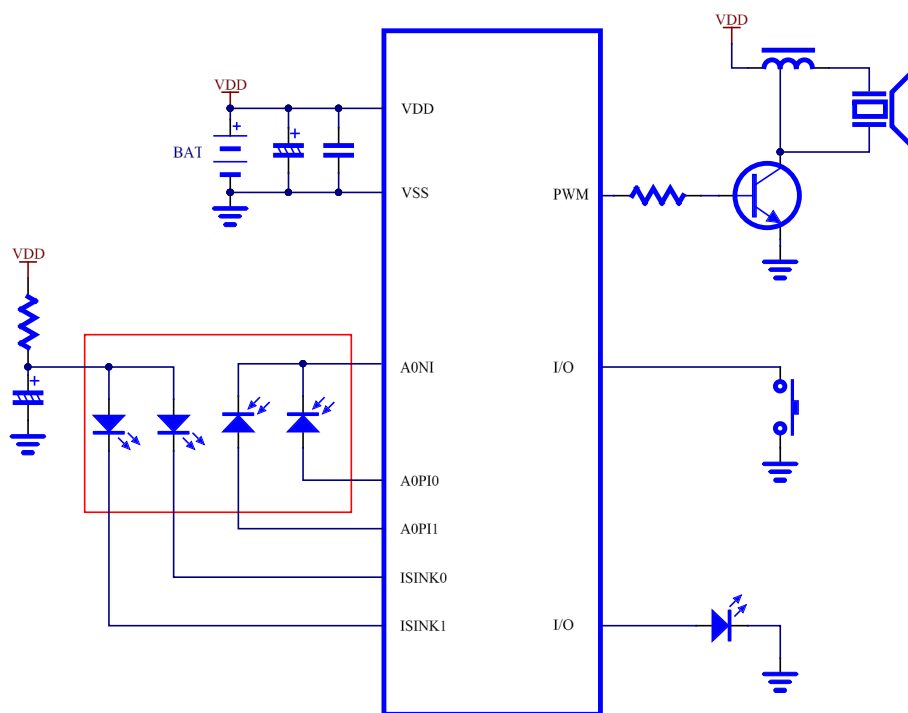

图 2. 应用电路图
- 图 2 红框处为双发双收对管，ISINK0/1 提供发射端定电流，A0NI、A0PI0 和 A0PI1 为接收端。